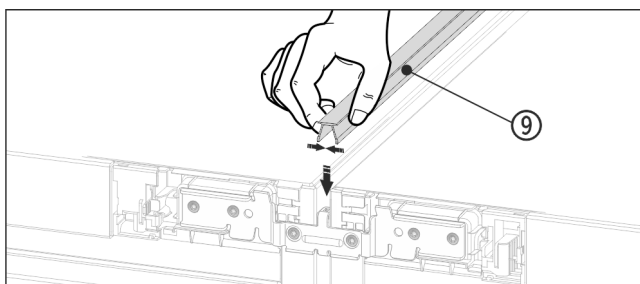

Fig. 17
- Na horní straně zatlačte krátkou krycí lištu Fig. 17 (9) do horizontální spáry.